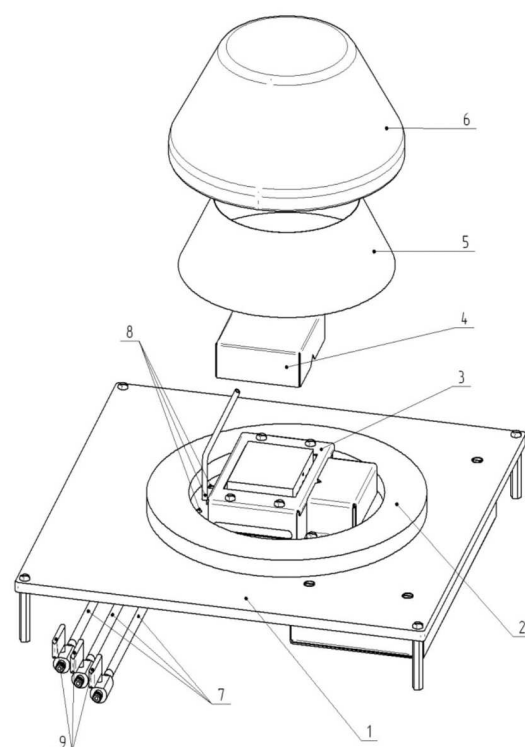

Рис. 1
1.3.1 Вакуумная установка МАГИСТР Ц20-ТМВ, рис.1, выполнена на платформе (1) с закрепленной в центре нагревательной поверхности (3) с датчиком температуры, уплотнителя (2) из кольца вакуумно-плотной резины, термоэкрана прямоугольной формы (4) и формы усеченного конуса (5), заказывается отдельно, и стеклянного колпака (6). В пределах периметра внутренней окружности уплотнителя, в нижней поверхности платформы установлены штуцера (8) для подачи и откачивания газов (воздуха). К штуцерам закрепляются фторопластовые шланги (7) с кранами-натекателями (9), заказывается отдельно.